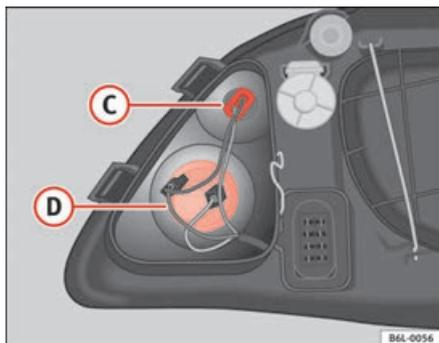

Fig. 156 Luci di posizione
- Tirare i cavi per far uscire il portalampe dal proprio alloggiamento **C** ⇒ fig. 156.